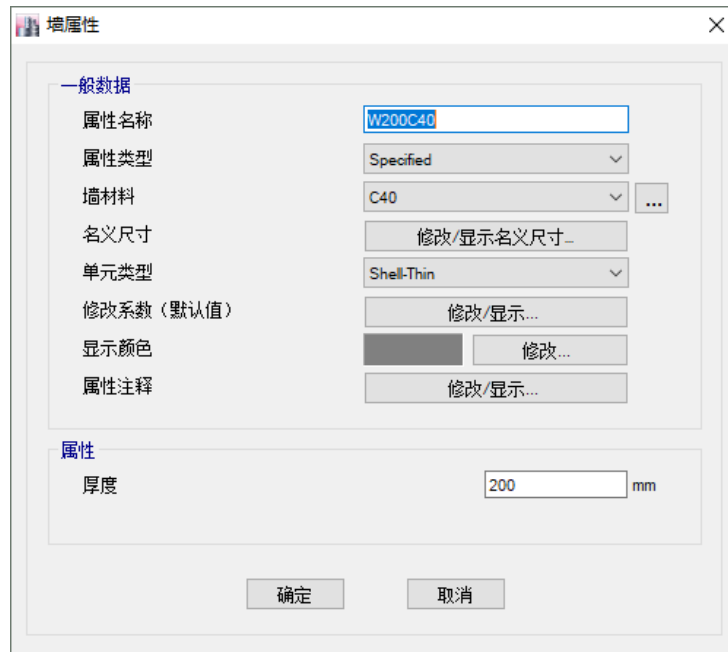

图 3-12 墙属性对话框
2. 在**墙属性**对话框中，点击**添加新属性**按钮，弹出**墙属性**对话框，如图 3-12 所示：